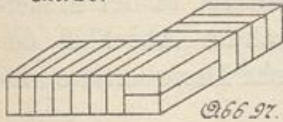

Abb. 97.
**5. Rollschichten** (Abb. 97) werden an der Mauerecke durch zwei übereinandergelegte Flachziegel abgeschlossen.